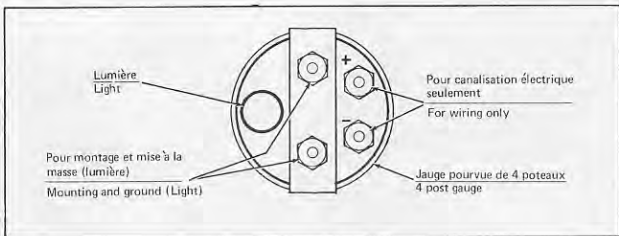

FIGURE 1
4. Raccordez une longueur de fil sur la borne marquée "-" à l'arrière de l'ampère-mètre et reliez l'autre extrémité du fil à l'autre borne du dispositif de dérivation. La borne marquée "MASSE" (GND) à l'arrière de l'ampère-mètre est une mise à la masse pour la lumière. Voir Figure 1.
4. Connect a length of wire from the terminal marked "-" on the back of the Ammeter to the other terminal on the Shunt. The terminal marked "GND" on the back of the Ammeter is a ground for the light. See Figure 1.